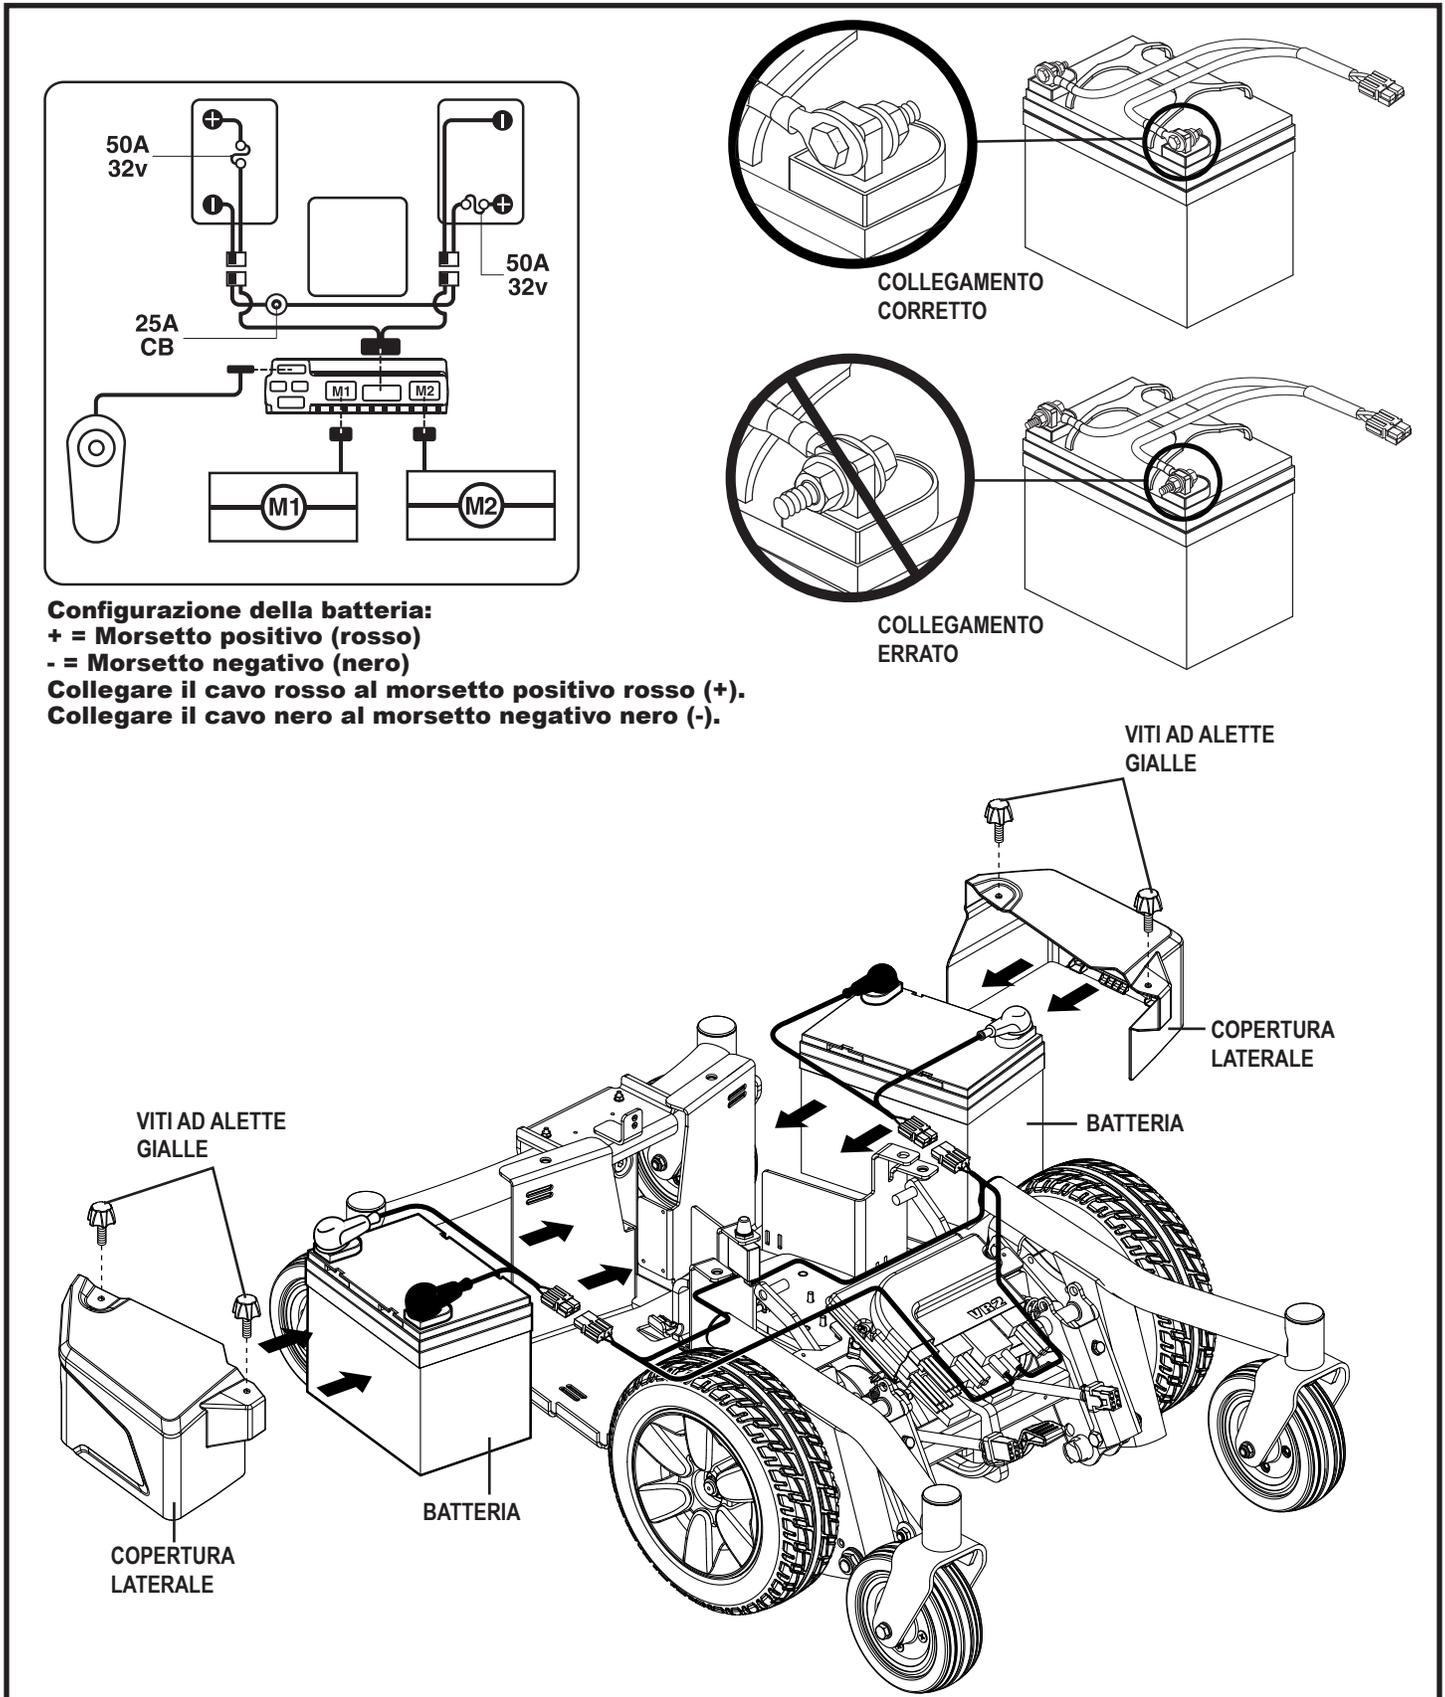

Figura 17. Installazione della batteria (sedile rimosso per chiarezza)
3. Rimuovere la scocca superiore. **Vedere figura 17.**
5. Scollegare le connessioni della batteria dalla base elettronica. **Vedere figura 17.**
7. Rimuovere i cablaggi dalle vecchie batterie e installarli sulle nuove batterie. Verificare che i morsetti siano posizionati in direzione corretta. **Vedere figura 17.**
8. Reinscrivere le batterie nella base elettronica. Verificare che i morsetti della batteria siano rivolti verso le lati della base. **Vedere figura 17.**